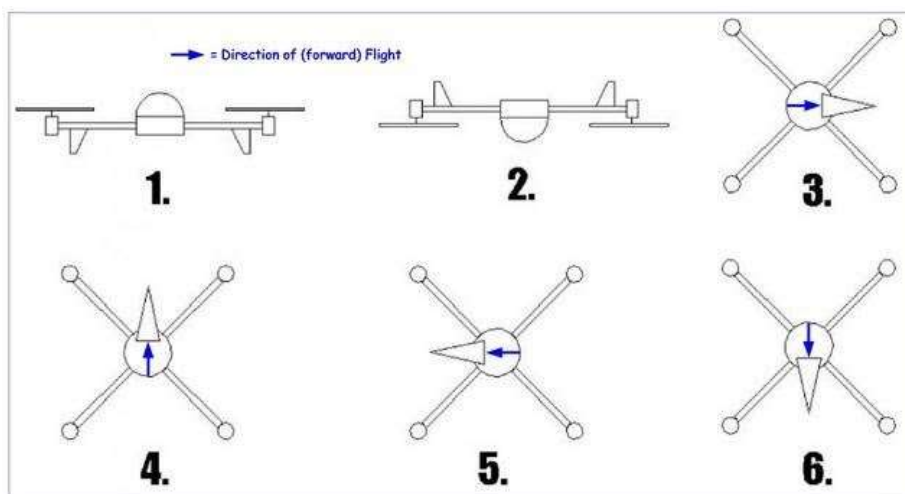

Рис. 7. Калібрування акселерометра
3. На вкладці Setup виконуємо калібрування Accelerometer. Для цього квадрокоптер встановлюється в різні положення як на рис. 7 і після кожного з них виконується натискання на кнопку Calibrate Accelerometer.